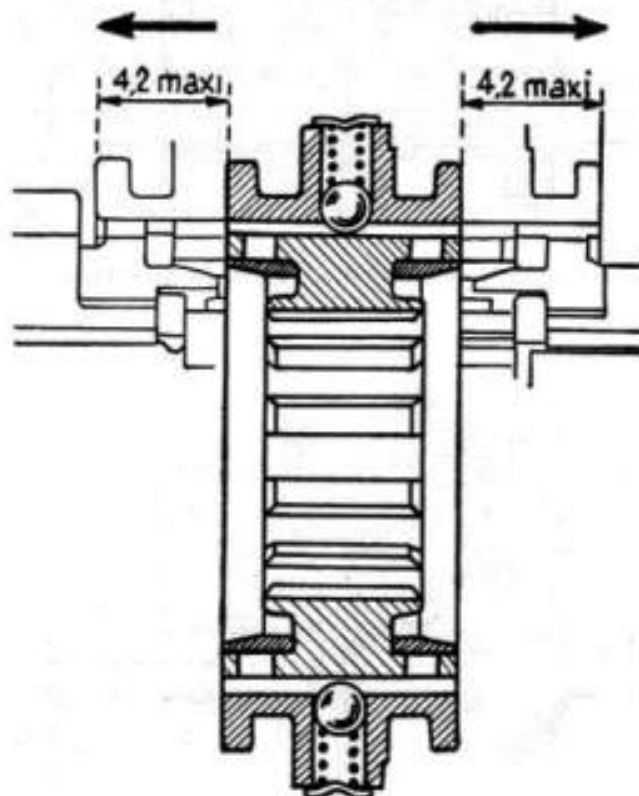

Fig. 11. — Coupe du synchroniseur.
- S'assurer que le débattement du synchro entre les faces d'appui des pignons ne dépasse pas les tolérances (412 m.m), sinon remplacer le synchro (fig. 11).